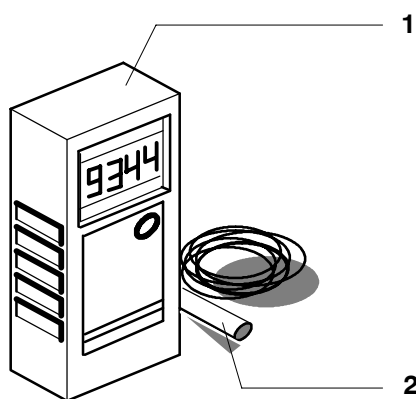

Fig. 97 Appareil de mesure de la tension de la courroie dentée
- (2) Mettre en service l'appareil de mesure de la tension de la courroie dentée (Fig. 97/1).
- (3) Faire vibrer la courroie dentée et tenir le capteur (2) à environ 2 à 3 mm de la courroie qui vibre. Lire le résultat de la mesure sur l'appareil de mesure de la tension de la courroie dentée.
- (4) Répéter trois fois la mesure et déterminer la valeur moyenne.